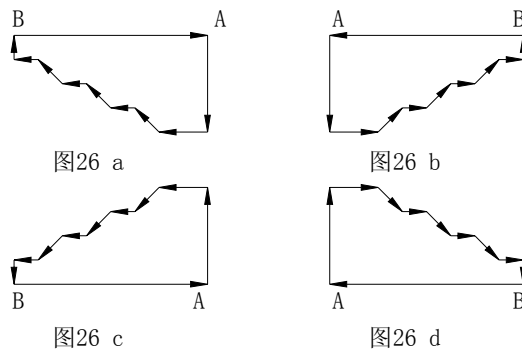

图 26 G71 切削几种情况
- 注 1: 用 G71 指令切削的形状有以下四种情况，但无论哪一种都是根据刀具平行 Z 轴移动切削的。如图 26 所示：